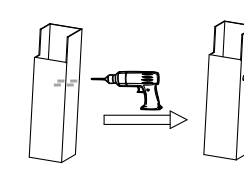

Figure 4-1
1. Utilisez une perceuse électrique pour percer des trous dans les poteaux ou les murs suspendus. (L'espacement des trous doit correspondre à l'espacement requis pour l'installation du produit et la taille des trous doit être identique à la taille des vis utilisées par l'installateur.) (Figure 4-1)